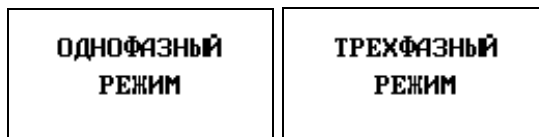

Рисунок 5
6.2.7 После включения ВАФ начинает работу в однофазном режиме. Переключение между режимами осуществляется кратковременным нажатием клавиши . Всего реализовано 3 режима работы ВАФ: однофазный, трехфазный и режим «Прозвонка» (рисунок 5, 6).